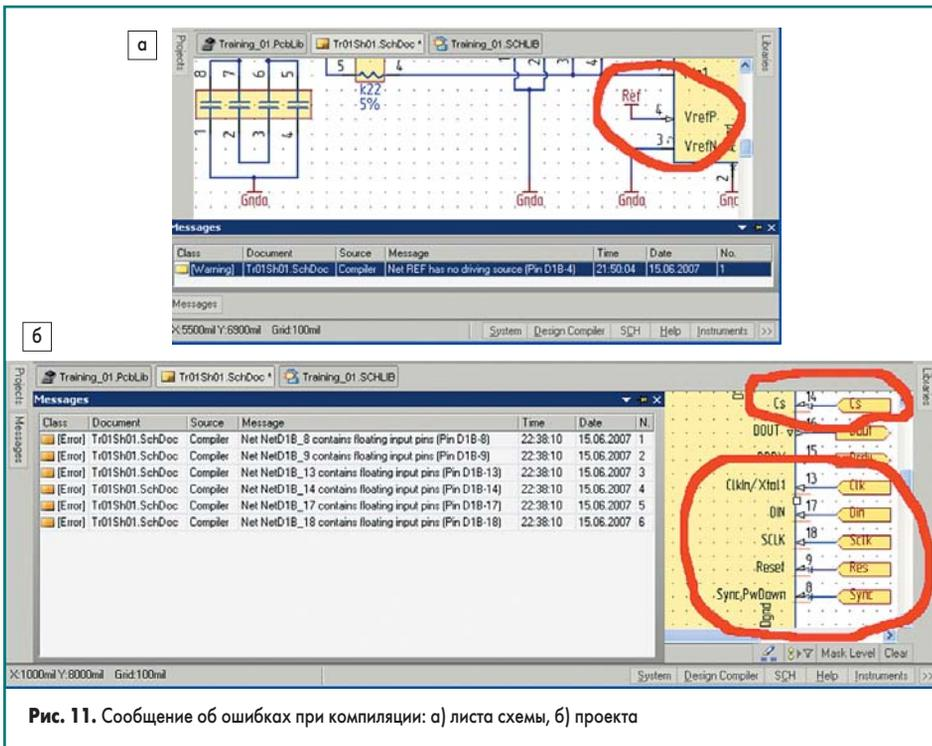

Рис. 11. Сообщение об ошибках при компиляции: а) листа схемы, б) проекта
- Проводим проверку проекта целиком командой **Project/PCB Project Tr01Sh01.PrjPCB** (рис. 11б). Проверка выдает шесть идентичных предупреждений. Ранее предупреждения не формировались, так как **Port** (а именно так произведен ввод имен цепей на листе схемы) имел свойство **Output**. При проверке проекта целиком в действительности указанные в предупреждениях **Net** не имеют источника сигнала, так как лист в этом проекте один и через **Port** к данному листу не подключена ни одна связь. Пока мы не будем обращать внимание на данные предупреждения и вернемся к этому вопросу позднее, при рассмотрении более сложных проектов, где данный лист схемы будет являться только частью общей схемы.